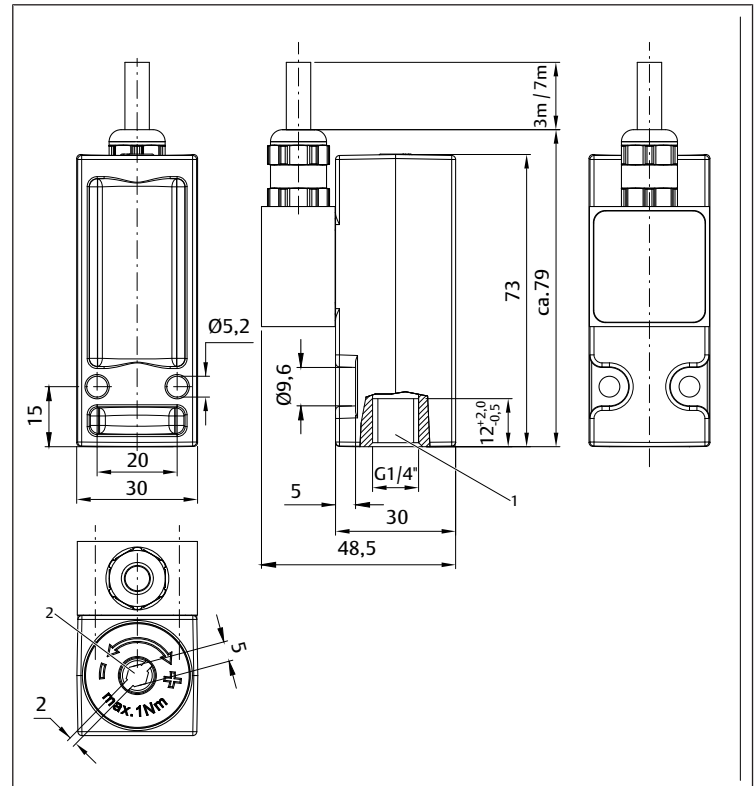

Abb. 2: Pneumatischer Anschluss Innengewinde G1/4
- Anschluss G1/4: $M_A = 12^{+1}$ Nm (siehe → Abb. 2)